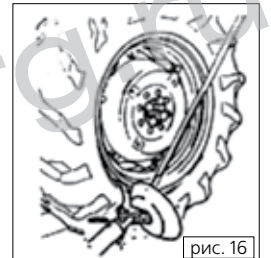
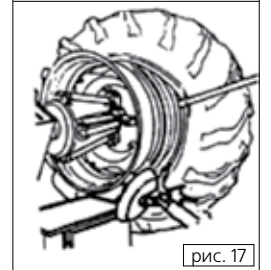

рис. 16
рис. 17
- (1) Установите инструментальную консоль (9) в исходное положение, переведите ее к внешней стороне колеса и зафиксируйте в рабочем положении.
- (2) Вращайте колесо, одновременно с этим переведите монтажный палец вперед и установите его между диском и бортом шины.
- (3) Поверните диск так, чтобы он был на расстоянии 4–5 см от инструмента. Это позволит избежать соскальзывания борта с инструмента.
- (4) Переведите монтажный палец к внешнему краю диска.
- (5) Вставьте монтировку между диском и бортом справа от инструмента (рис. 16).
- (6) Нажмите на монтировку и опустите колесо до тех пор, пока край диска не окажется на расстоянии 5 мм от монтажного пальца.
- (7) Вращайте колесо против часовой стрелки, чтобы снять один из бортов шины.
- (8) Переведите инструментальную консоль в нерабочее положение, опустите консоль, чтобы шина оказалась на платформе (4). Установите платформу так, чтобы образовался небольшой зазор, необходимый для выемки камеры.
- (9) Выньте камеру и снова поднимите колесо.
- (10) Переведите инструментальную консоль к внутренней части шины, разверните монтажный палец на 180° и опустите консоль в рабочее положение. Установите монтажный палец между ободом и бортом шины и вращайте колесо до тех пор, пока борт не окажется у переднего края диска.
- (11) Установите диск на расстоянии 4–5 см от инструмента.
- (12) Установите монтажный палец на 3 мм вглубь диска.
- (13) Установите монтировку между диском и бортом шины справа от монтажного пальца (рис. 17).
- (14) Нажмите на монтировку, опустите колесо до тех пор, пока диск не окажется на расстоянии 5 мм от монтажного пальца. Вращайте колесо против часовой стрелки, чтобы полностью снять шину.